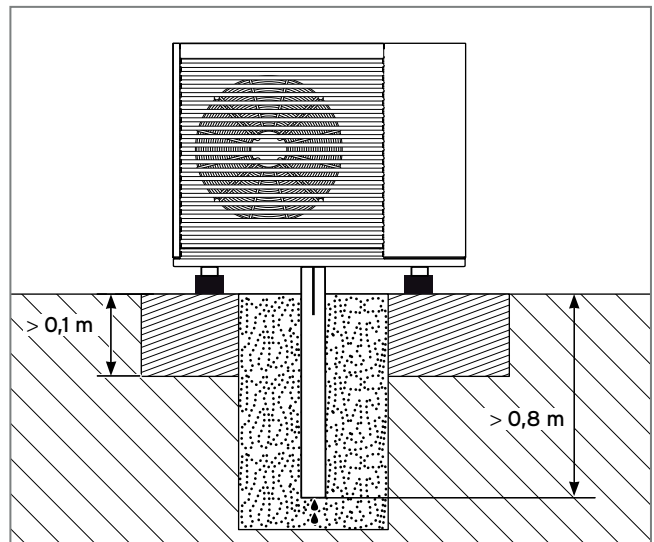
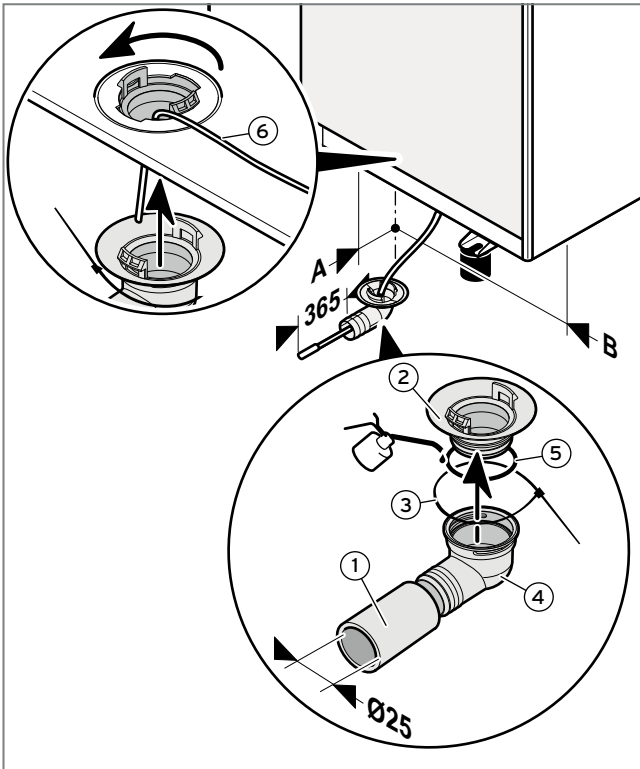

Abb.136: Kondensatablauf Kiesbett
Abb. 137: Kondensatablauf anschließen
2. Erstellen Sie unter dem Produkt ein Kiesbett, in das anfallendes Kondensat ablaufen kann. (Siehe Abb. 136 und Abb. 137).